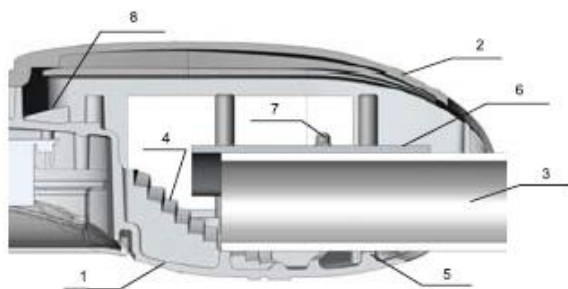

Рис. 1. Крепление светильника на консоль.
- 5.1. Выбор угла наклона светильника производится с помощью отлитых на корпусе упорных ступеней устройства крепления светильника (4). Одна ступень соответствует дополнительному наклону 2,5°. На рис. 1 труба консоли (3) показана в основном положении, т. е. угол наклона светильника совпадает с углом наклона трубы консоли.